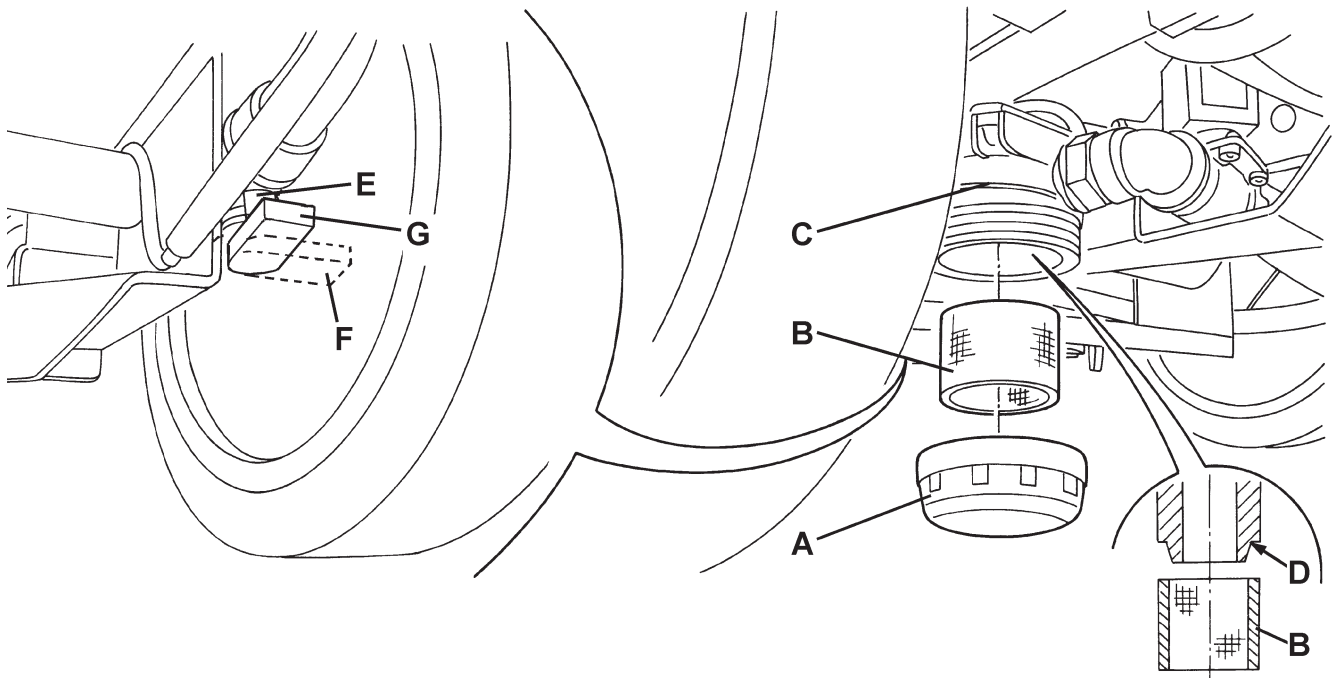

Abbildung 6
2. Den Zündschlüssel (41) auf „0“ stellen.
3. Den Hahn der Reinigungslösung (E, Abb. 6) schließen, der sich unter der Maschine, hinter dem rechten Hinterrad befindet. Der Hahn (E) ist geschlossen wenn er auf der Stellung (F) bezüglich auf der Leitung ist und er ist geöffnet wenn er auf Stellung (G) ist.
4. Den durchsichtigen Deckel (A) entfernen, dann das kleine Filtriernetz (B) entfernen, das sich unter der Maschine, vor dem rechten Hinterrad befindet. Sie reinigen und in den Halter (C) anbringen.